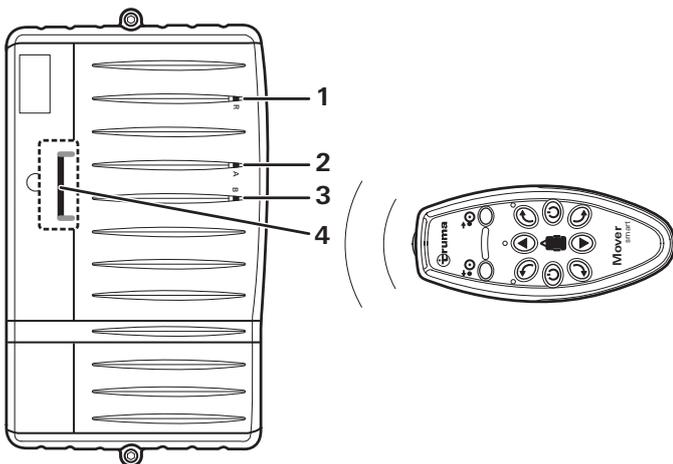

Figure 12
- Appuyez sur la touche de réinitialisation (Figure 12 - 1) sur la commande avec un objet fin.
**i** A cet effet, une goupille cassable se trouve sous le couvercle de l'unité de commande (Figure 12 - 4). Ranger ensuite la goupille dans un endroit approprié.
Les LED verte (Figure 12 - 2) et rouge (Figure 12 - 3) sur la commande clignotent en alternance.